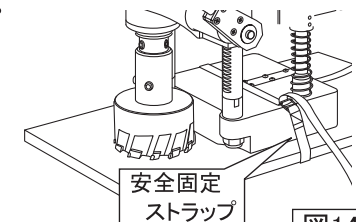

図14
(5) 本体と鋼材を付属の安全固定ストラップでしっかりと締め落下防止の処置を行います。(図14・15)